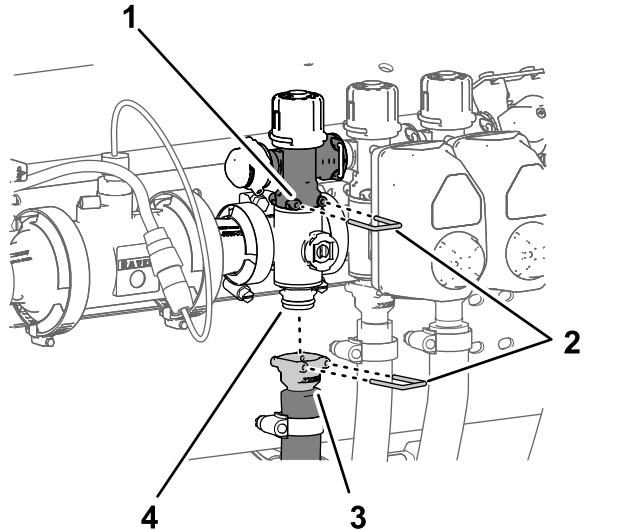

图 106
1. 拆下将喷洒臂段旁通阀快速连接耦合器固定至喷洒臂段歧管阀上的快速连接销 图 106。
2. 拆下将喷洒臂段供水软管快速连接耦合器固定至喷洒臂段歧管阀上的快速连接销 图 106。